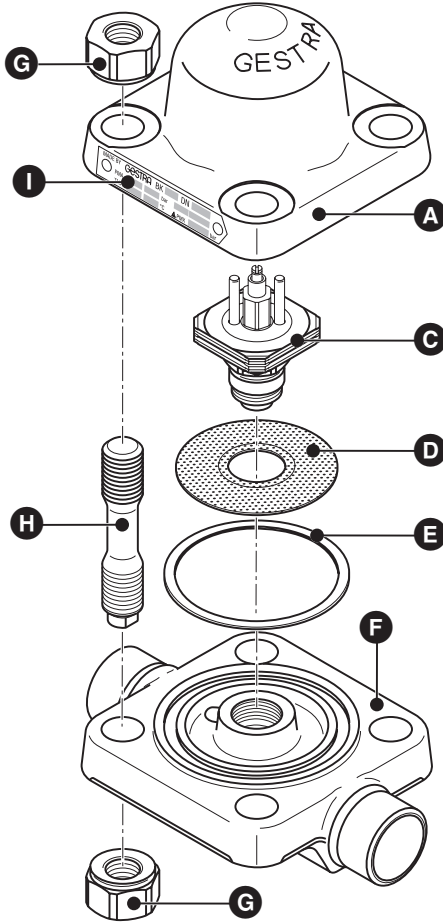
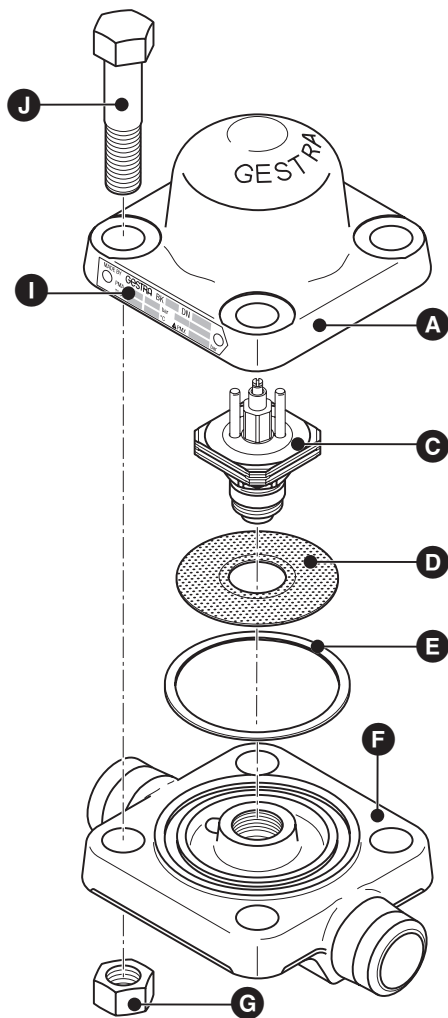

Fig. 2
Fig. 3
1. Haube **A** von Gehäuse **F** demontieren. **Fig. 2, Fig. 3**